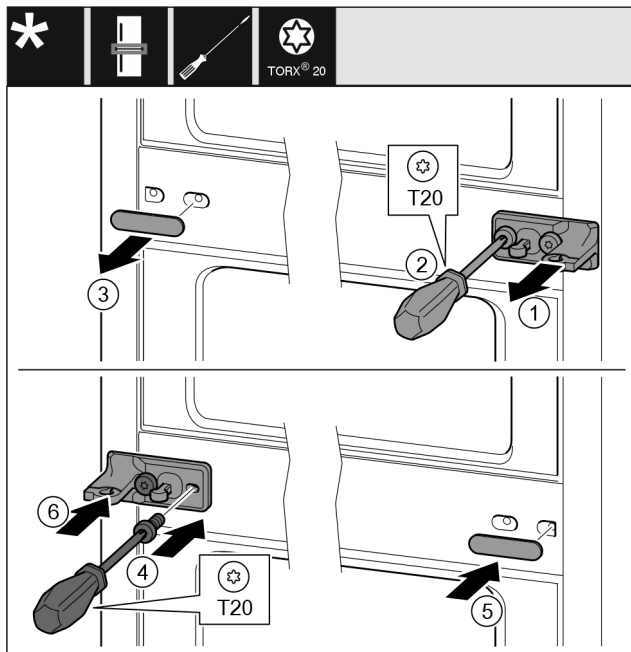

Fig. 12
- Noņemiet paplāksni Fig. 12 (1).
- Ar skrūvgriezi izskrūvējiet skrūves Fig. 12 (2).
- Uzmanīgi noņemiet pārsegu Fig. 12 (3).
- Pieskrūvējiet stingri gultņa balstu ar plēvi Fig. 12 (4), pagrieztu par 180°, otrajā pusē.
- Piestipriniet pārsegu Fig. 12 (5), pagrieztu par 180°, otrajā pusē.
- Uzbīdīet paplāksni Fig. 12 (6) no priekšas.